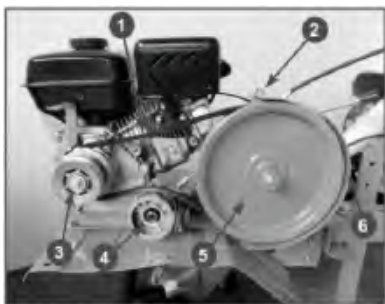

Рис. 30 Замена ремня привода
2.Открутите верхний болт 2 крепления ограничительной пластины и отогните пластину 6 в сторону сошника (Рис. 30).
3.Снимите ремень 1 со шкивов вала двигателя 3 и коробки передач 5 (Рис. 30).
- 2.Открутите верхний болт 2 крепления ограничительной пластины ремня и отогните пластину 6 в сторону сошника (Рис. 30).